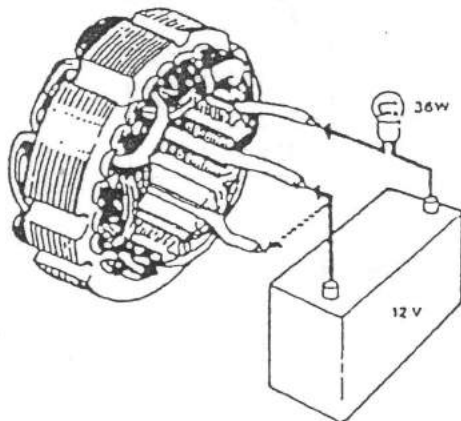

Fig. 10.33
1. Compruebe la continuidad de los devanados del estator, conectando dos uniones cualquiera del devanado en serie con una batería de 12 voltios y una lámpara de prueba de 36 vatios, como mínimo. (Fig. 10.33)